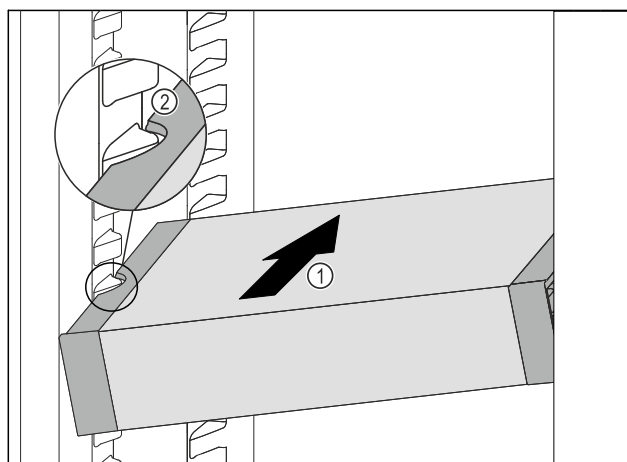

Fig. 88
- ▶ Inserire VarioSafe ad angolo nel vano frigorifero Fig. 88 (1), fino a quando le cavità laterali Fig. 88 (2) di VarioSafe non si trovano al livello della nervatura del contenitore nel vano frigorifero.